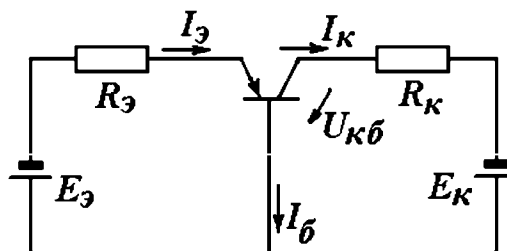

Рис. 2.62. Схема к задаче 8
8. Кремниевый транзистор *p-n-p*- типа включен по схеме на рис. 2.62 и работает в активном режиме.  $R_Э = 0,5 \text{ кОм}$ ,  $R_Б = 25 \text{ кОм}$ ,  $R_К = 4 \text{ кОм}$ ,  $E_Э = 2 \text{ В}$ ,  $E_К = 16 \text{ В}$ ;  $\alpha = 0,98$ ;  $I_{К0} = 0$ .